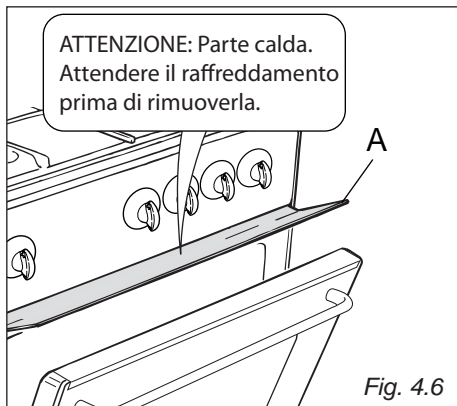

Fig. 4.6
Infilare lo schermo paracalore "A" negli appositi supporti nel lato inferiore del pannello comandi (fig. 4.6).
- Aprire la porta fino al primo scatto. Infilare lo schermo paracalore "A" negli appositi supporti nel lato inferiore del pannello comandi (fig. 4.6).
Montare lo schermo paracalore (fig. 4.6), fornito a corredo, che serve per proteggere il frontale comandi dal calore.